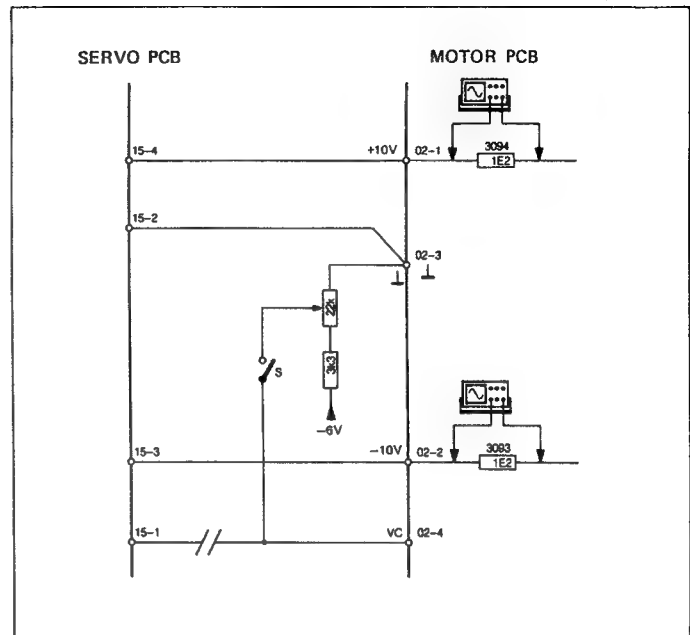
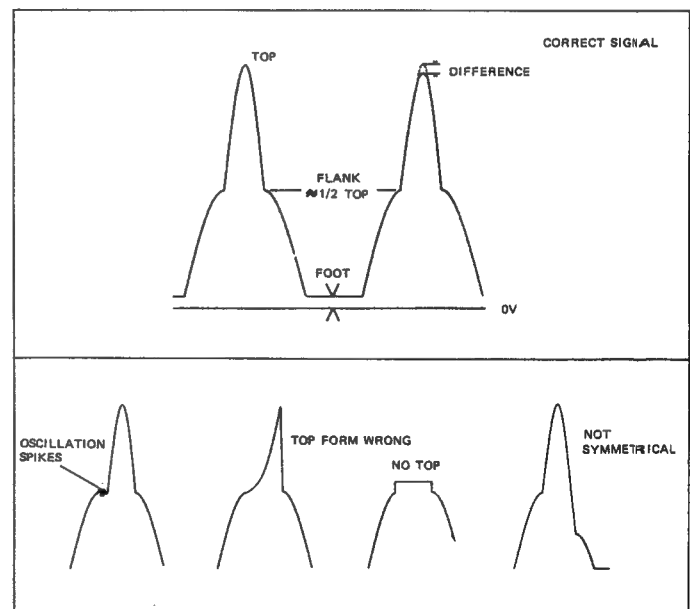

Fig. 4.18
Fig. 4.19
-> Fig. 4.18 / Fig. 4.19
- Für ein einwandfreies Funktionieren müssen die Werte denjenigen von Fig. 4.19 oben entsprechen.
- Beispiele fehlerhafter Signalformen siehe Fig. 4.19 unten.